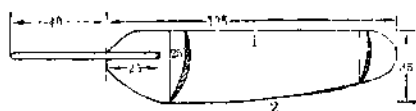

图 1
1. **旋翼：**按图1所示旋翼形状、大小，在三块长135毫米，宽35毫米，厚0.75~1毫米的木片上各画上旋翼图形，用刀片削刻成形，再用砂纸把旋翼前后缘加工砂光，使它的剖面呈两边薄、中间厚的弓形（图2）。用细绳（也可用橡筋或线）把旋翼翼尖朝上，歪斜着（参考58页图2）扎在1000毫升（或